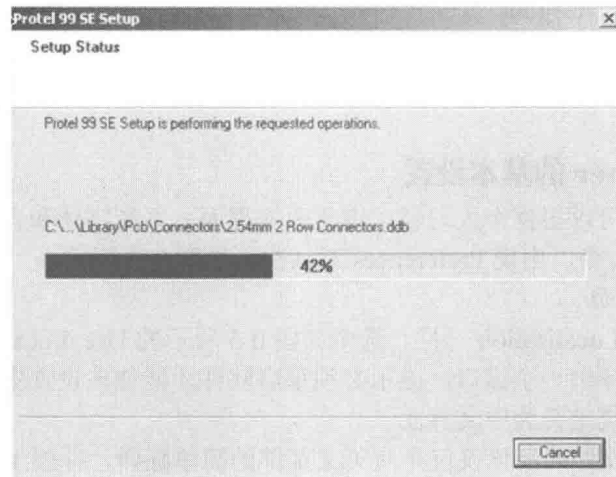

图 0-4 复制文件
⑤ 设置好程序组，单击 Next 按钮，系统开始复制文件，如图 0-4 所示。